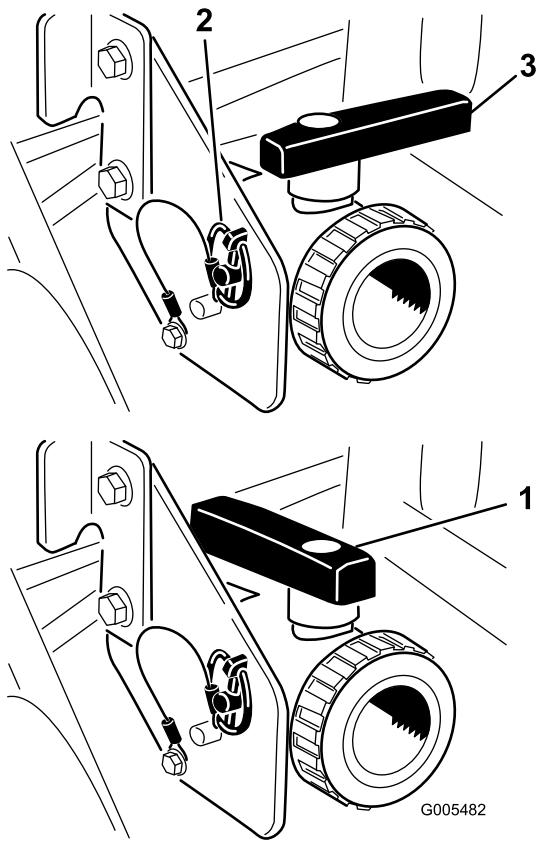

Figura 27
Abra a válvula para escoar do depósito qualquer material não usado e eliminá-lo de acordo com as normas locais e as instruções do fabricante (Figura 27). Depois de vazio, remova o pino de sujeição no suporte que segura a válvula de escoamento à máquina e deixa a válvula poeada no chão. Isto permite que escoar qualquer material residual da linha.
3. Quando o depósito estiver escoado na totalidade, instale a válvula na estrutura com o pino de sujeição removido previamente e fecha a válvula de escoamento (Figura 27).